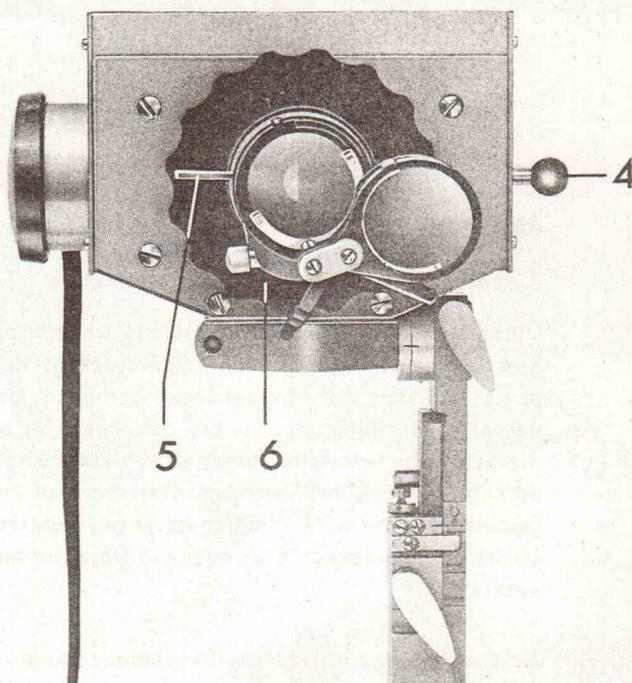

Fig. 26
Lampe einschalten, Grünfilter des Filteransatzes einschwenken, alle anderen Lichtfilter ausschwenken. Mattglas mit Schieber (4/ Fig. 26) ausschalten.
Ein Blatt Papier vor die Lichtaustrittsöffnung der Lampe halten. Das Wendelbild der Glühlampe durch Verstellen des Lampenkollektors mit Stellrad (6/ Fig. 26) auf dem Papier abbilden. Klemmschraube des Lampeneinsatzes lösen und Lampeneinsatz etwas aus dem Lampengehäuse herausziehen.
Lampenfeldblende, Fig. 26/5, ebenfalls ganz öffnen, sie bleibt bei allen Untersuchungen mit dem Opakilluminator geöffnet.
k) Mit Lampenkollektor, Fig. 26/6, die hellste und gleichmäßigste Ausleuchtung des Dingfeldes einstellen.